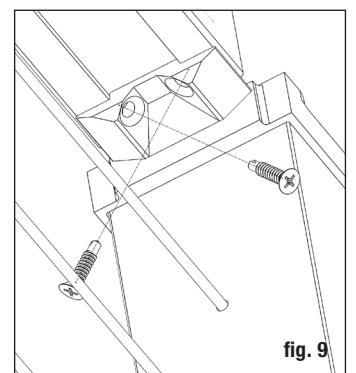

fig. 9
Paso 10 Coloque el riel entre los postes. Compruebe el nivel de extremo a extremo y verticalmente. Fije los soportes al poste en un extremo. Repita para el otro extremo. *Consejo: Utilice una broca de extensión para evitar dañar el riel con el portabrocas. Instale todos los rieles antes de instalar el cable.* (fig. 9)